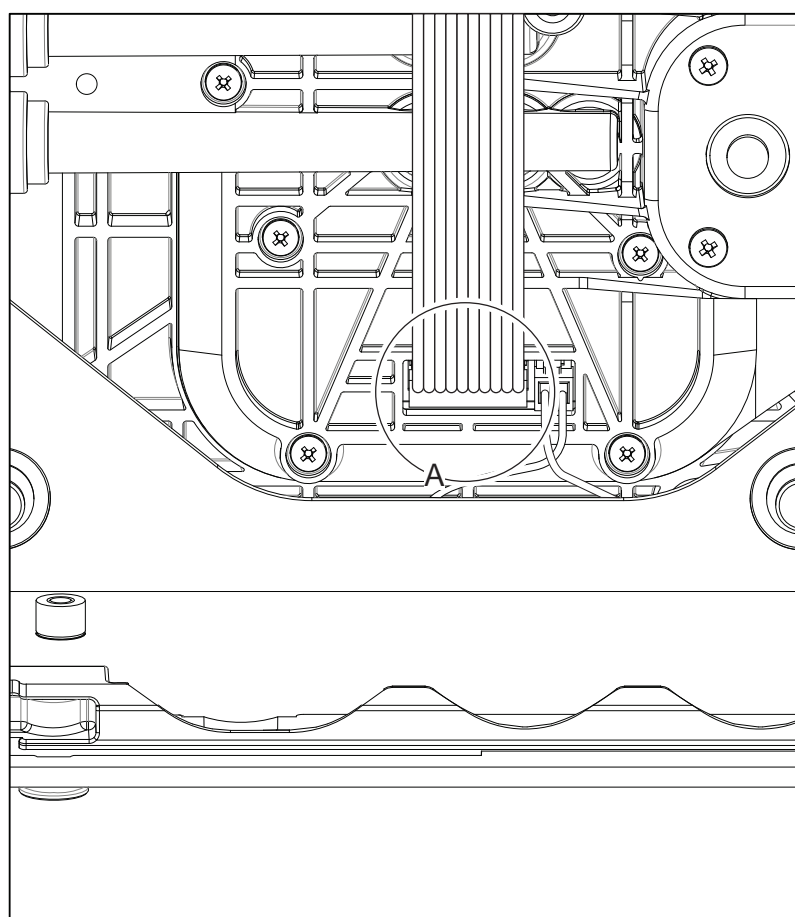

Рис. 7-12: Отсоединение кабеля
- Отсоедините кабель передачи данных от реверсера (А) (Рис. 7-12).